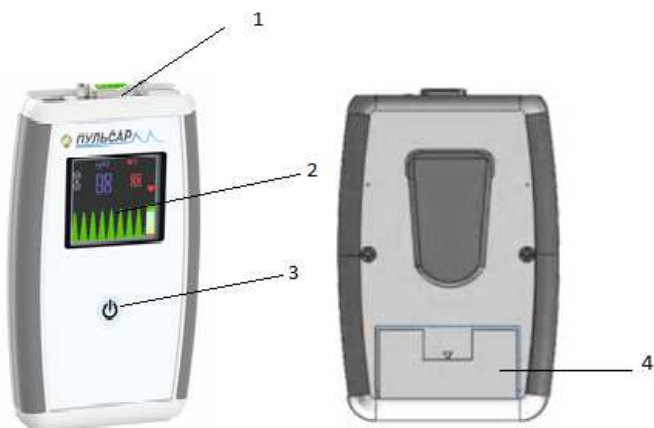

Рисунок 1. Внешний вид Пульсоксиметра
Элементы питания расположены в батарейном отсеке под крышкой (4) (рис.1).